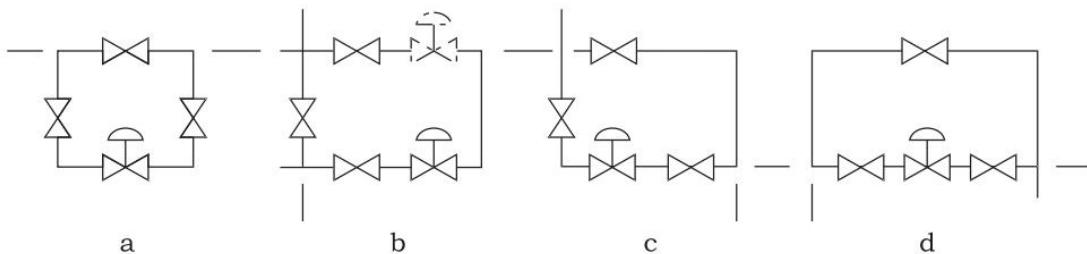

Рис.7 Варианты размещения регулирующего клапана
- Как правило, в технологическом трубопроводе регулирующий клапан обвязывается запорными клапанами с обеих сторон с возможностью перепуска через байпасную линию. На рисунке (Рис.7) ниже рекомендованы варианты размещения регулирующих клапанов